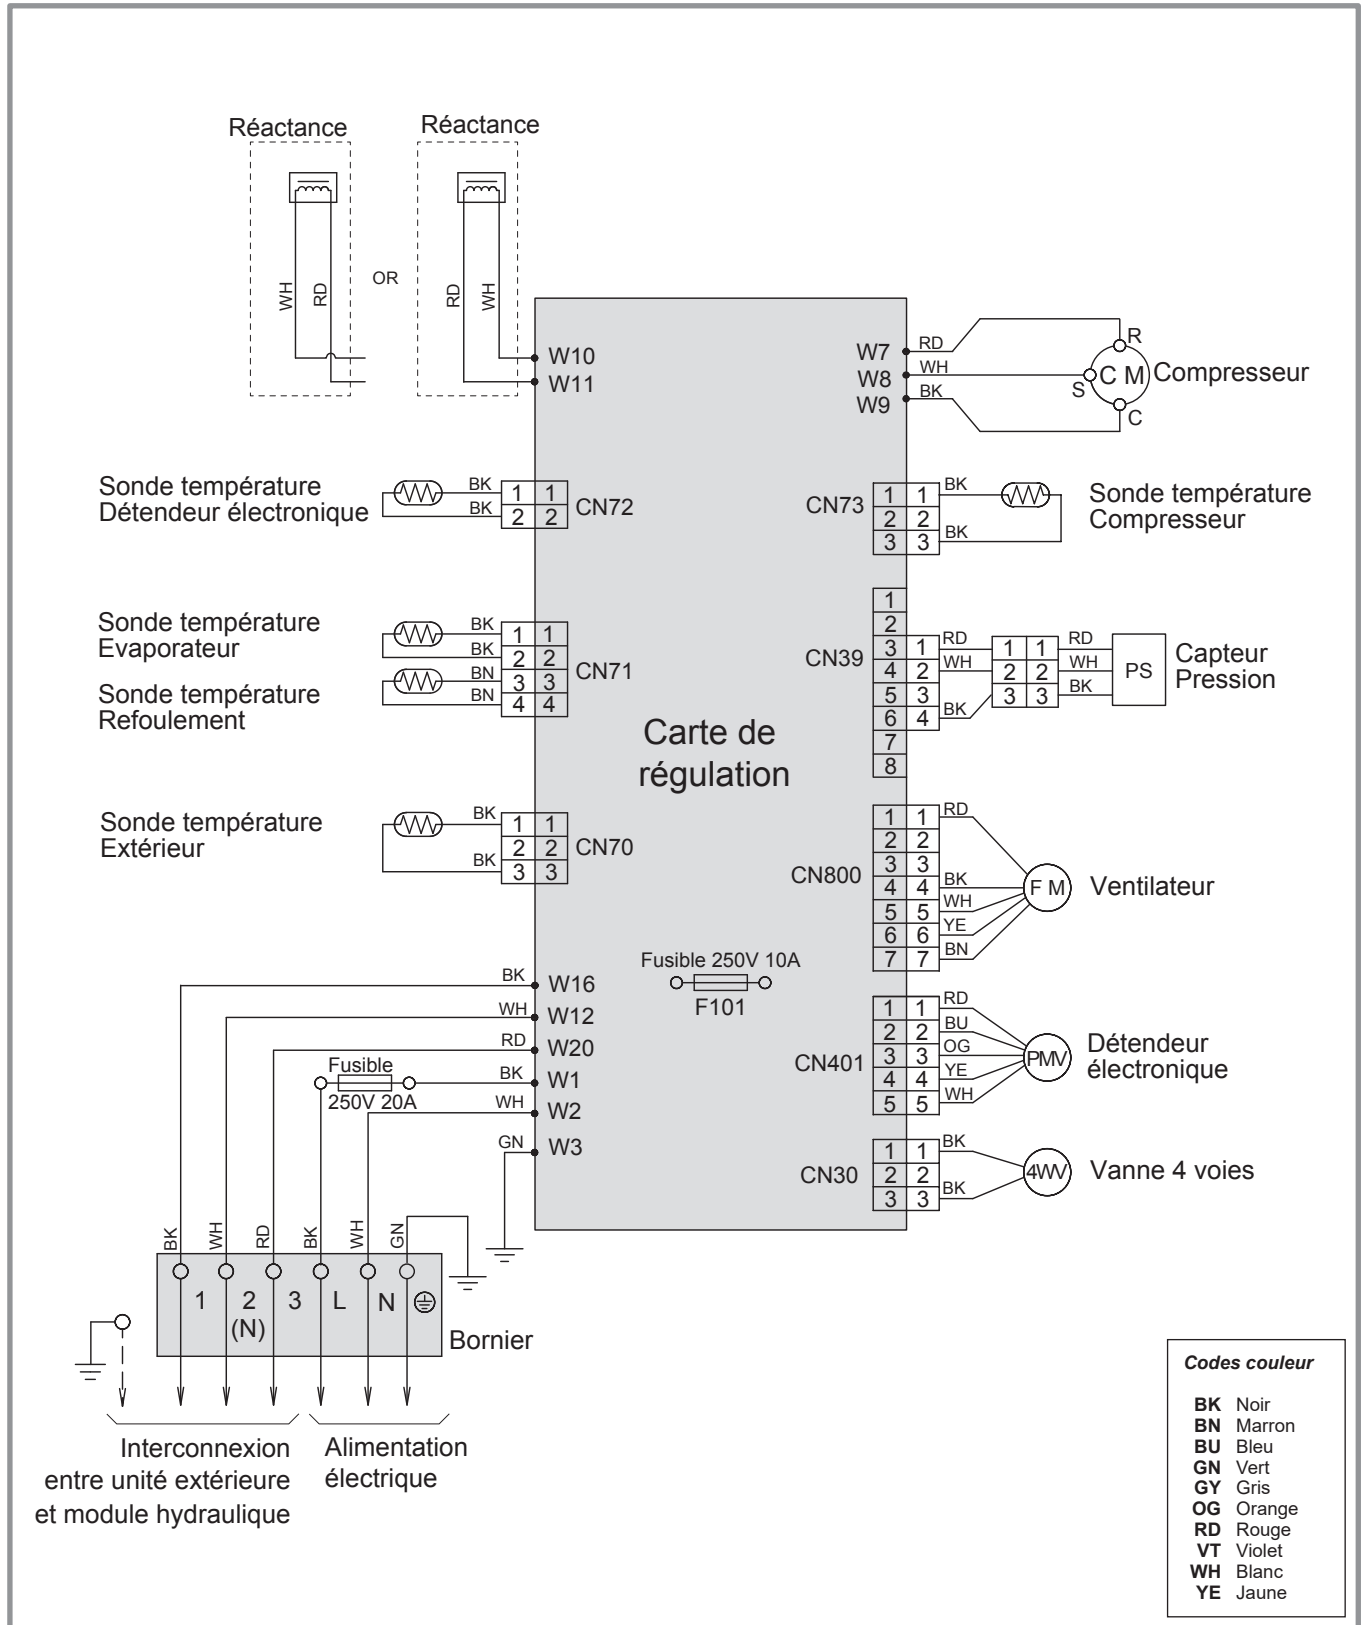

figure 46 - Câblage électrique unité extérieure Modèle Loria duo 6004 & 6006
- Déposer le capot. Ouvrir le coffret électrique (*figure 46*).